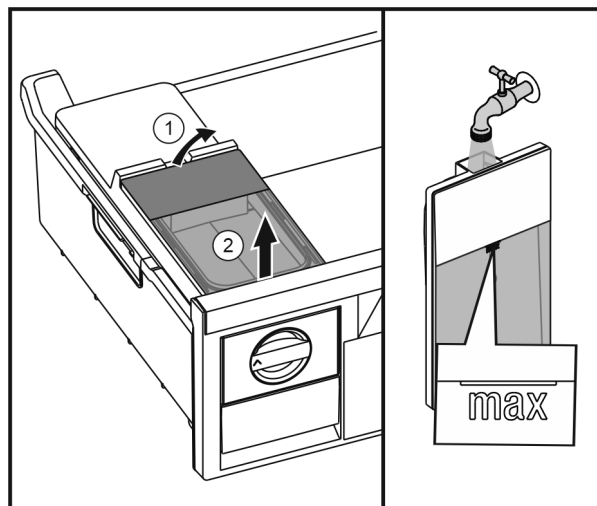

Fig. 37
- ▶ Rezervoar za vodo dvignite z zadnje strani Fig. 37 (1) in ga odstranite v smeri navzgor Fig. 37 (2).